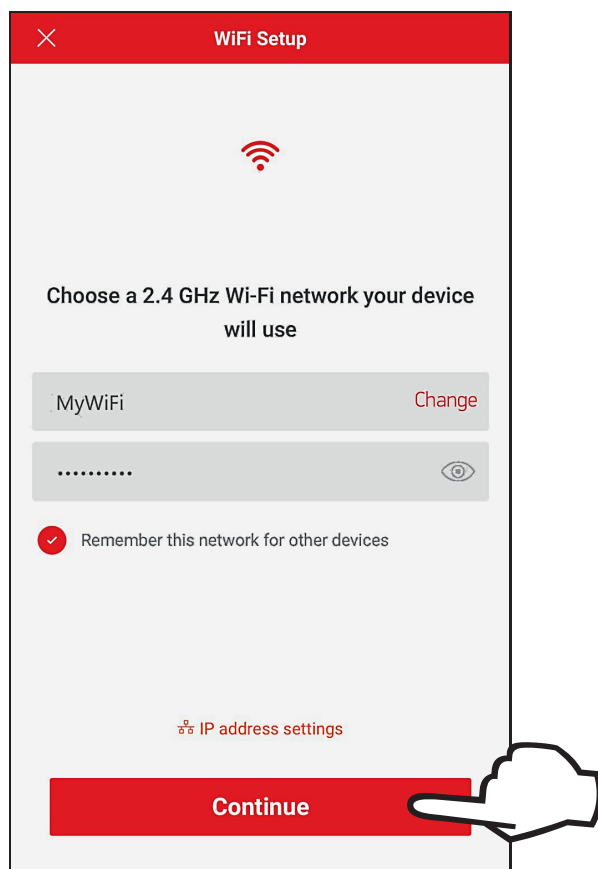

Figure 88. Configuration Wi-Fi
1. L'écran "Wi-Fi setup" s'affiche. Sélectionnez ou entrez le réseau Wi-Fi auquel vous souhaitez connecter votre appareil et saisissez le mot de passe réseau, voir **Figure 88**.